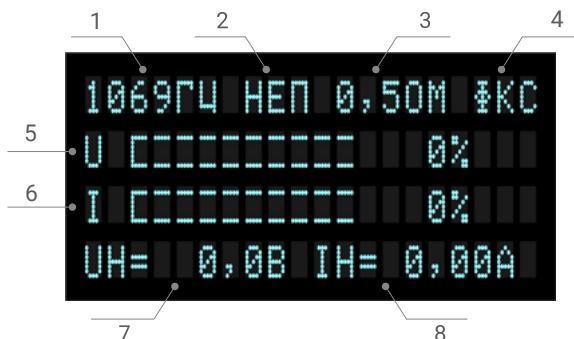

Рисунок 5 - Стартовый рабочий экран
5.3.5 Стартовый рабочий экран. По окончании загрузки, если способ управления выбран верно (автономно или дистанционно) на дисплей выводится стартовый рабочий экран (рис.5).
- 5.3.6 Кнопка **«АУТО»** управляет способом выбора выходного сопротивления генератора и соответствующей выбору индикацией (п.4, рис. 5). Нажатие кнопки вызывает поочередную смену индикации **«ФКС»** и **«АВТ»**.
В нижней строке отображаются числовые значения напряжения и тока нагрузки (рис. 5 п. 7, 8)